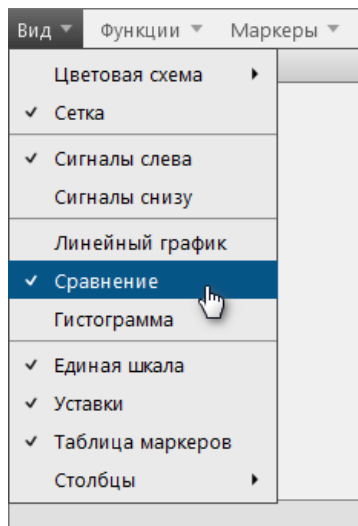

Рисунок 105 - Включить режим «Сравнение»
2. В открывшемся окне выберите **Вид** → **Сравнение** (Рисунок 105).